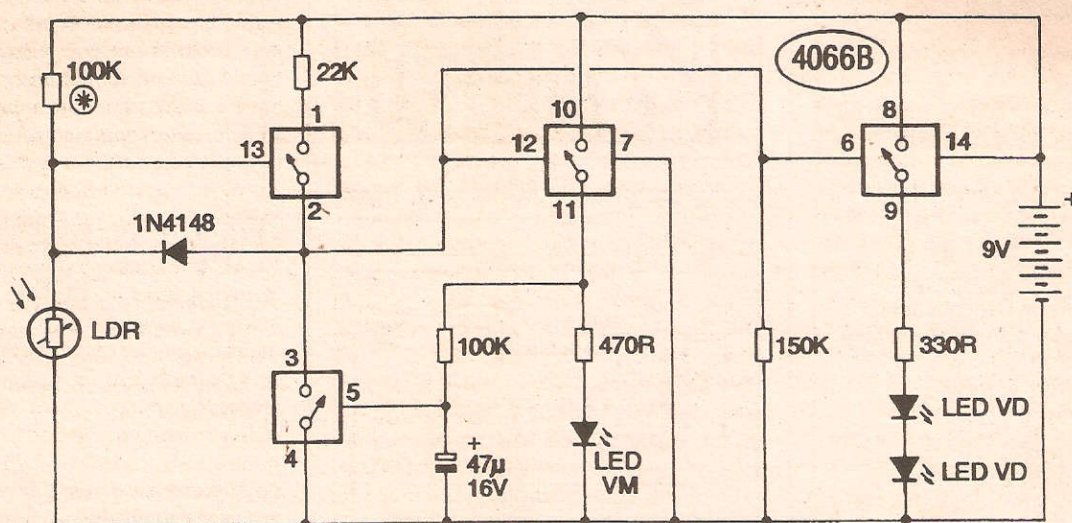

Fig. 1
- FIG. 1 - DIAGRAMA ESQUEMÁTICO DO CIRCUITO - Usamos, no centro ativo do circuito, um integrado da família digital CMOS que não aparece muito frequentemente nas montagens de APE... Trata-se do 4066 (na falta desta, também pode ser usado o 4016, sem qualquer outra modificação no circuito...), que contém 4 *chaves bilaterais*, todas elas, por um mero nível digital aplicado ao seu terminal de controle (com nível *alto* a chave *liga* e com nível *baixo* a chave *desliga*...). Num arranjo de boa engenhosidade, as quatro chaves contidas no integrado são usadas em funções diversas e até não costumeiras ou não convencionais, porém com excelentes resultados em termos de simplificação circuital, sensibilidade e confiabilidade no funcionamento...! Vejamos, da esquerda para a direita (como é convencional analisar-se os diagramas...) o funcionamento geral do circuito: o LDR e o resistor de 100K (este pode ter seu valor alterado, experimentalmente, na faixa que vai de 22K até 680K, para adequação eventual a níveis muito fora do *normal*, de luminosidade ambiente